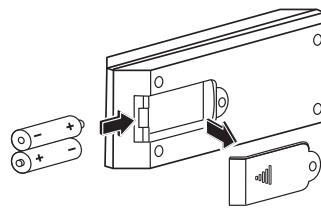

Рис. 1
2. Установите элементы питания, как показано на Рис. 1 и 2.